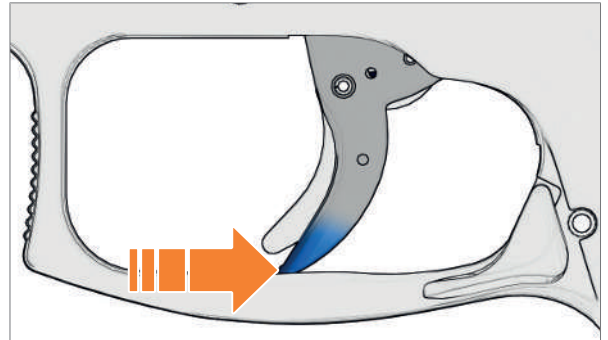

Abb. 20: Abzug nach hinten drücken
1. Abzug nach hinten drücken, die Abzugssicherung dabei nicht betätigen (Abb. 20).